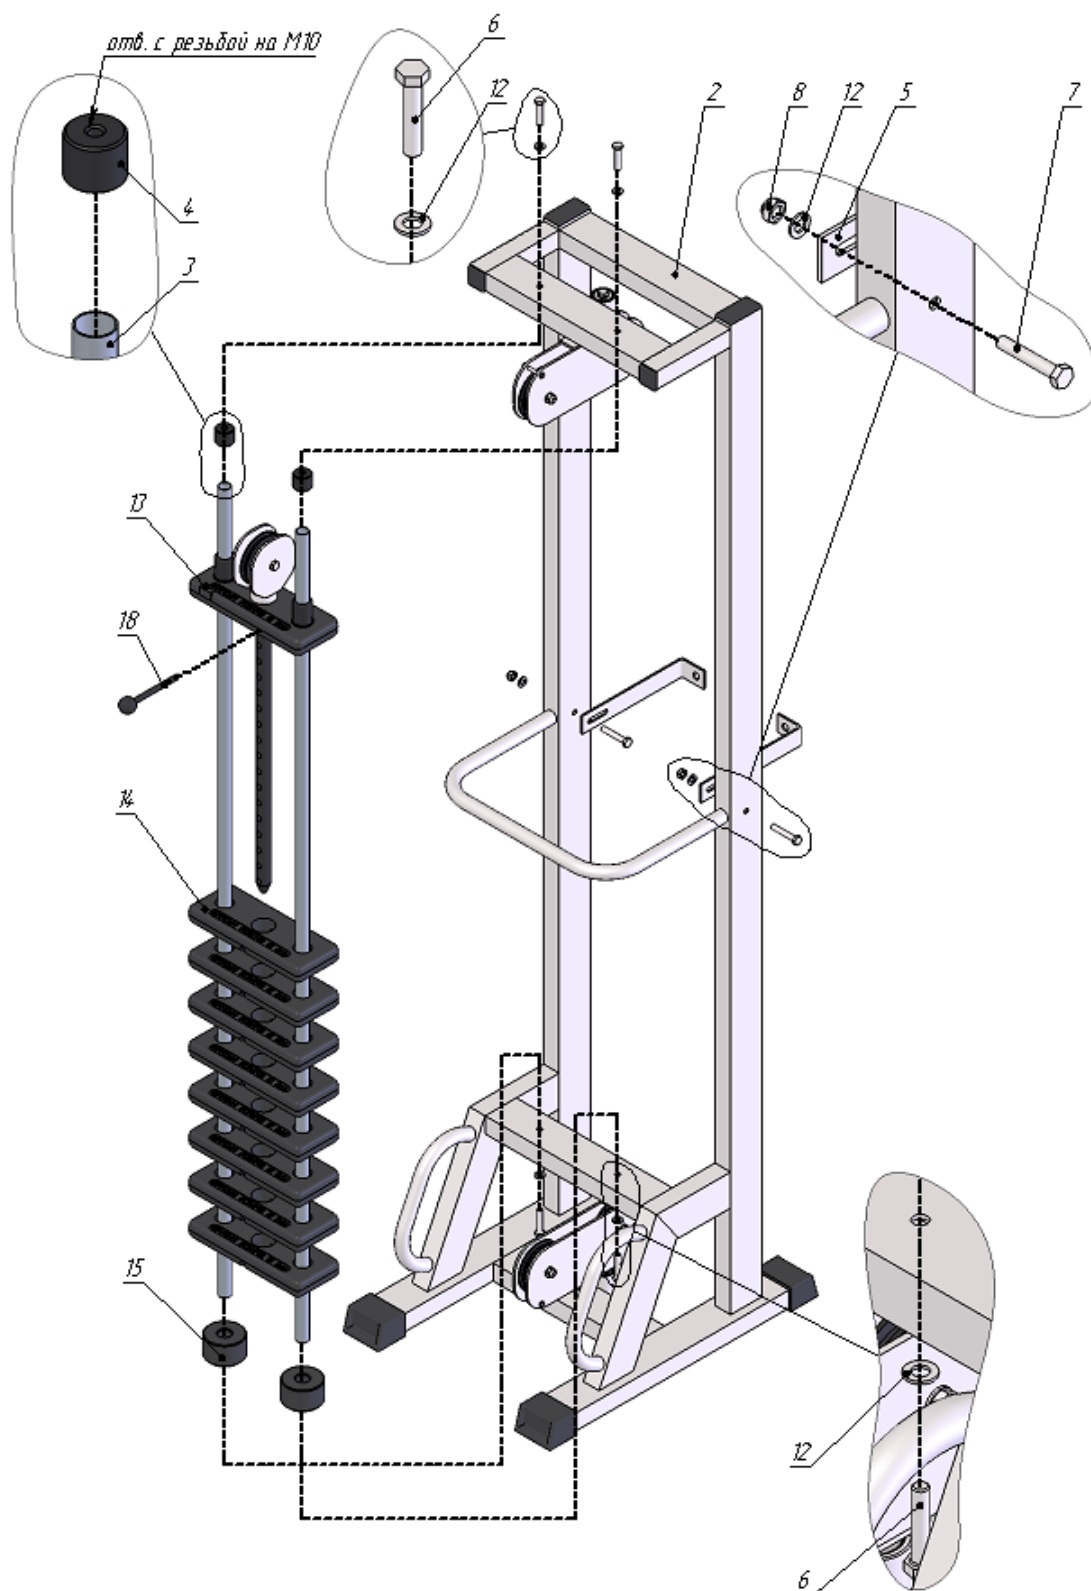

Рис.1
1. А) К раме грузоблоков (2) прикрутите демпфера (15) комплектом крепежа: болт M10x50 (6), шайба D10 (12); в демпфера (15) вставьте направляющие (3), наклонив направляющие, поочередно наденьте грузоблоки 5 кг (14); следом наденьте верхний груз с флейтой (13); сверху на направляющие (3) наденьте центрирующие втулки (4). Затем через отверстия в раме (2) вкрутите во втулки (4) комплект крепежа: болт M10x50 (6); шайба D10 (12). При помощи фиксатора (18) установите необходимую Вам нагрузку
- Б) К раме грузоблоков (2) прикрутите уголки для крепления к стене (5) комплектом крепежа: болт M10x60 (7), гайка M10 (8), шайба D10 (12)(рис.1).